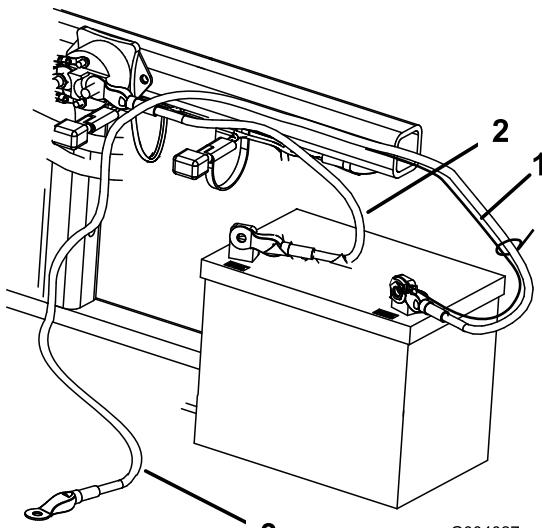

Рисунок 6
2. Закрепите положительный провод (красный) на положительной (+) клемме болтом ($\frac{1}{4} \times \frac{5}{8}$ дюйма) и контргайкой (Рисунок 6).
3. Подсоедините короткий черный провод и отрицательный кабель (черный) к отрицательной (-) клемме аккумулятора болтом ($\frac{1}{4} \times \frac{5}{8}$ дюйма) и контргайкой ($\frac{1}{4}$ дюйма) (Рисунок 6).